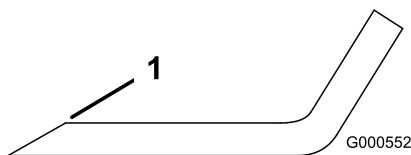

Figure 95
1. Au moyen d'une lime, aiguiser les tranchants aux deux extrémités de la lame (Figure 95).
Remarque: Si la lame est déséquilibrée, limez un peu l'extrémité de l'ailette seulement (Figure 95).